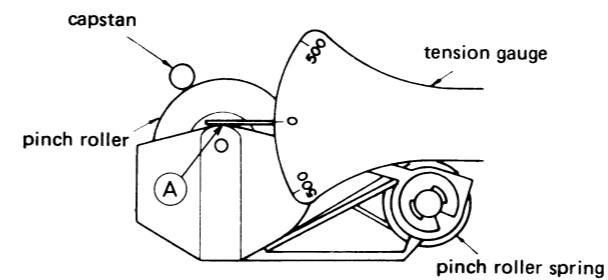

Figure 12-2
- 2) Push the pinch roller, at the point (A) shown in Fig.12-2, by using a tension gauge (500 gr.) so that it will come off the capstan. Then, slowly release the tension until the pinch roller hits the capstan again (i.e., the pinch roller is about to rotate again). Check, then, the tension gauge is reading 300 gr. to 380 gr.
- 2) Die Andruckrolle mit Hilfe eines Spannungsmessers (500 g) an der in Abb. 12-2 gezeigten Stelle (A) so drücken, daß sie sich von der Tonwelle löst. Dann die Spannung allmählich verringern, bis die Andruckrolle wieder die Tonwell berührt (d.h. bis sich die Andruckrolle wieder zu drehen beginnt). Dann nachprüfen, ob der Spannungsmesser 300 bis 380 g anzeigt.
- 2) Presser le galet pinceur, au point (A) indiqué sur la Fig. 12-2, à l'aide d'une jauge de tension (500 gr.), de sorte qu'il se détache du cabestan. Puis relâcher graduellement la tension jusqu'à ce que le galet pinceur heurte de nouveau le cabestan (c'est-à-dire que le galet pinceur soit de nouveau sur le point de tourner). Vérifier ensuite que la jauge de tension indique entre 300 gr. et 380 gr.